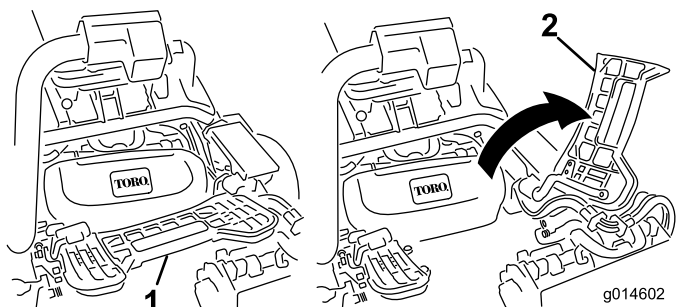

Рисунок 43
1. Поднимите и поверните вверх подножку, открывая доступ к центральному режущему блоку (**Рисунок 43**).